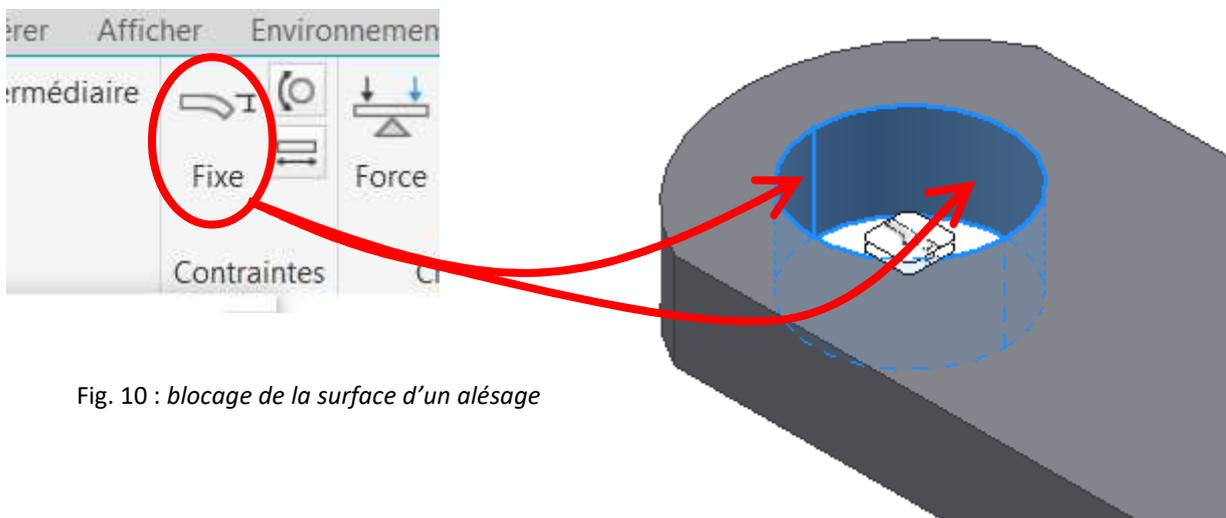

Fig. 10 : blocage de la surface d'un alésage
- Bloquer les faces cylindriques d'un des alésages (voir figure 10).